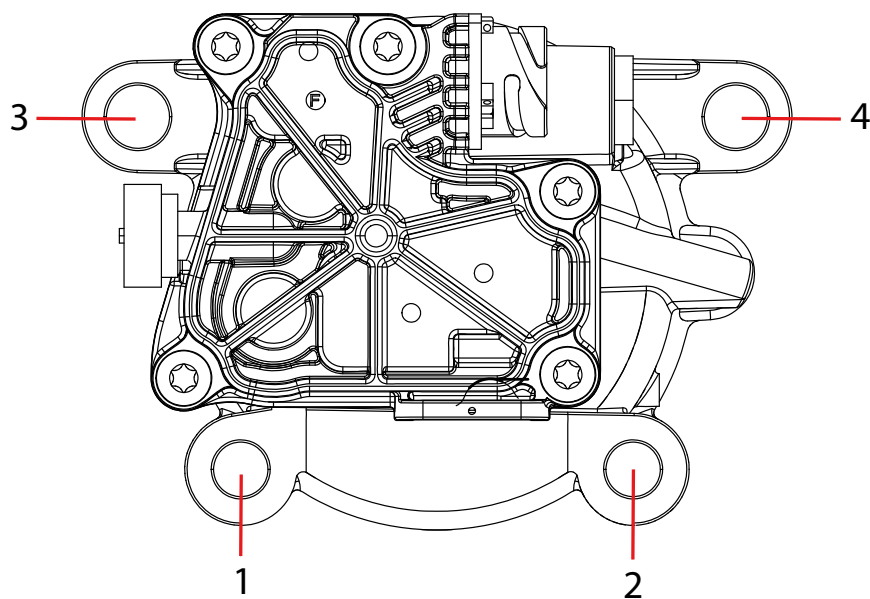

Fig. 5 Ordinea șuruburilor care trebuie slăbite
5. Slăbiți și îndepărtați șuruburile de la 1 până la 4 inclusiv șaibele suport vezi "Fig. 5 Ordinea șuruburilor care trebuie slăbite".
4. Poziționați cele două șuruburi și șaibele suport (poziția 3 și 4 vezi "Fig. 5 Ordinea șuruburilor care trebuie slăbite") și strângeți-le cu $M = 57 \pm 4,6$ Nm.
5. Poziționați cele două șuruburi (poziția 1 și 2 vezi "Fig. 5 Ordinea șuruburilor care trebuie slăbite") și strângeți-le cu $M = 23 \pm 1,8$ Nm.